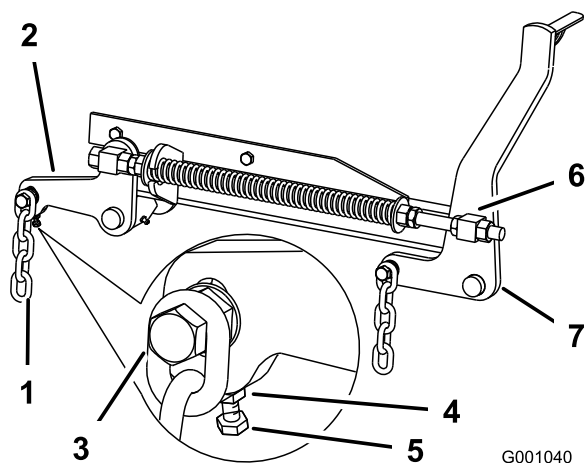

Figure 75
7. Si la distance mesurée au point **B** ou **C** n'est pas correcte, desserrez le boulon de fixation de la chaîne arrière au bras de support arrière (Figure 75).
8. Desserrez l'écrou de blocage sous le bras de support arrière et agissez sur le boulon de réglage de manière à obtenir une distance de 80 à 83 mm (3-1/8 à 3-1/4 po) (Figure 75).
7. Desserrez d'environ 13 mm (1/2 po) les écrous de blocage à l'avant des pivots avant gauche et droit (Figure 75).
8. Réglez les écrous de relevage sur les côtés gauche et droit de la machine de manière à abaisser l'avant de 6 à 10 mm (1/4 à 3/8 po) au point **A** par rapport au point **B** à l'arrière (Figure 75).